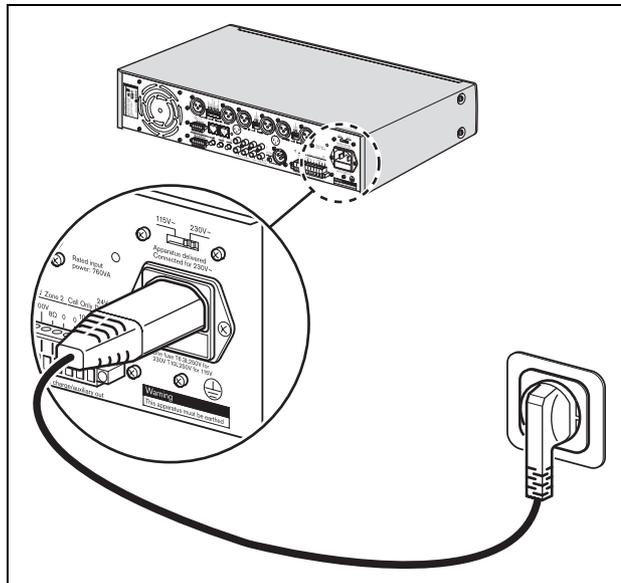

figura 3.2: Conexión de alimentación y selector de tensión
- 1 Asegúrese de que el selector de tensión (115 / 230 V) esté correctamente ajustado a la tensión principal del país (véase figura 3.2).